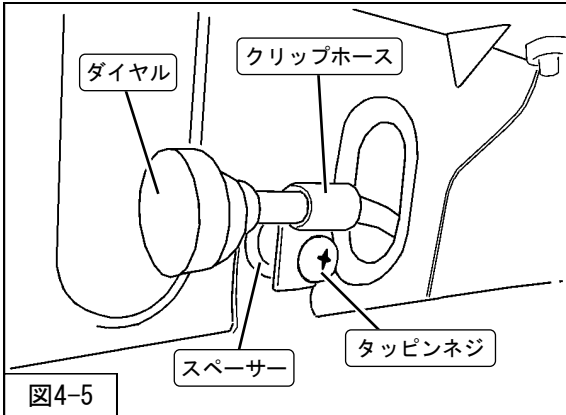
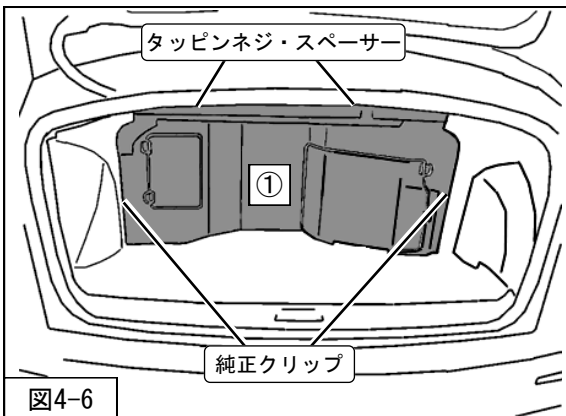

図4-5
図4-6
8. アウターケースにクリップホース(同梱品)を取付けてください。(図4-5)
9. アウターケースにダイヤルを取付け、スクリュで固定してください。スクリュの締付けは六角レンチ(1.5mm・同梱品)を使用してください。(図4-5)
を車両に取付けてください。(図4-5・図4-6)